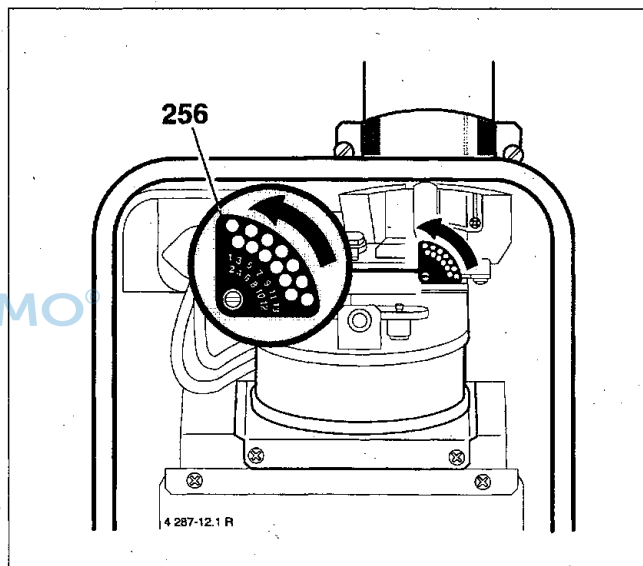

Bild 28
- Verdrehen Sie die Drosselblende (256) so, bis das Loch mit der entsprechenden Kennziffer für die Blendeneinstellung senkrecht steht (Bild 28):